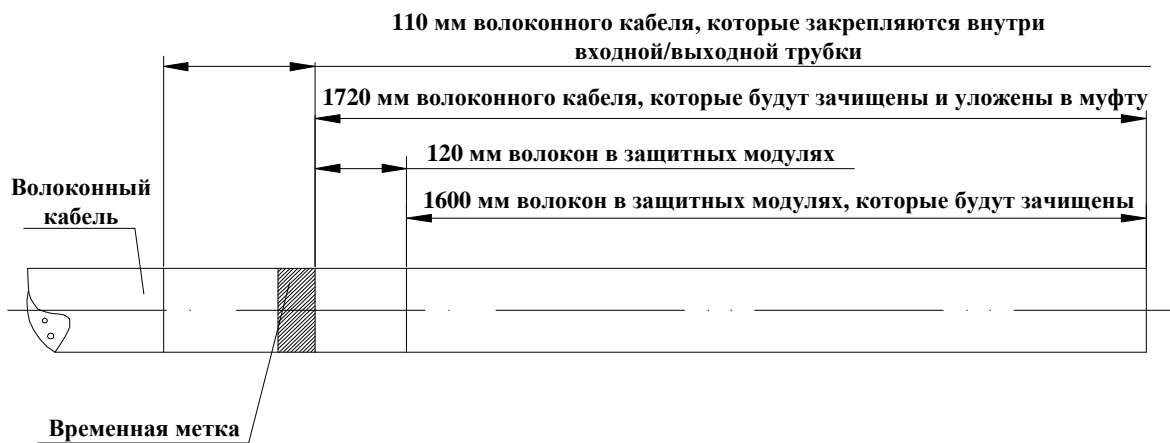

Рисунок 2
- ④. Отмерить участок волокон длиной 1600 мм: после выделения волокон из защитных модулей данный запас укладывается внутри кассеты после сварки.
6.2.3 Смотрите рисунок 2.